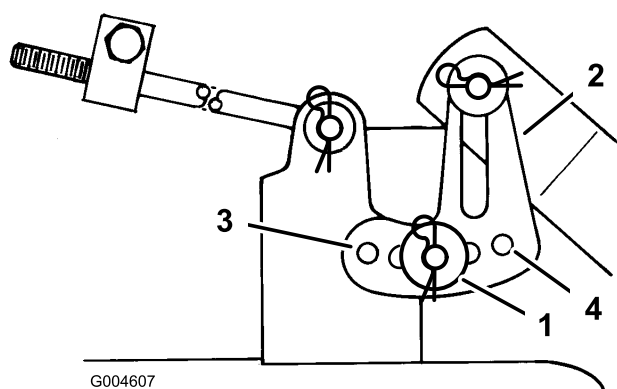

Figura 42
11. Retire el pasador y la arandela del soporte de nivelación (Figura 42).
12. Coloque el soporte de nivelación en un taladro diferente y coloque la arandela y el pasador (Figura 42).